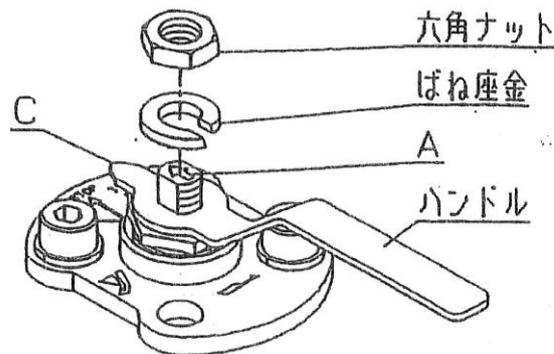

図5
(3)ハンドルが必要な場合は、付属品のハンドル・ばね座金・六角ナットを図5のように取付けてください。取付けない場合は、スパナ等でコックの二面部をつかみ操作してください。